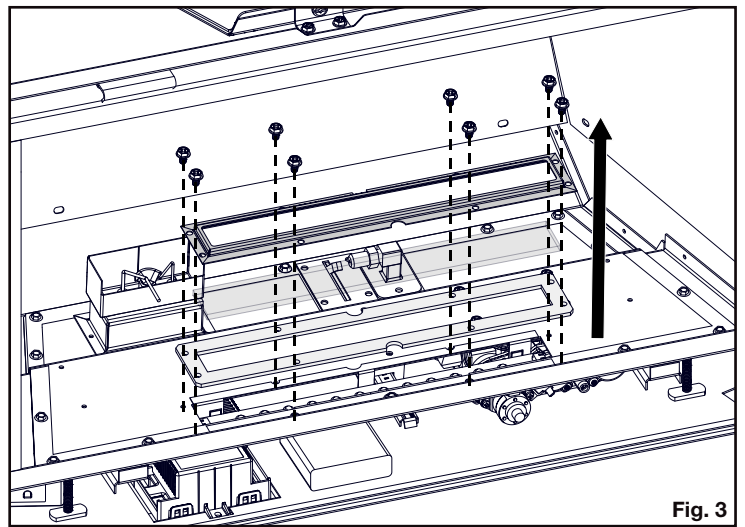

Fig. 3
- ☐ 6. Pour accéder aux vis inviolables du régulateur, le support de DEL doit être retiré. Retirez les 8 vis qui fixent le couvercle de DEL, la vitre et le joint (**Fig. 3**).